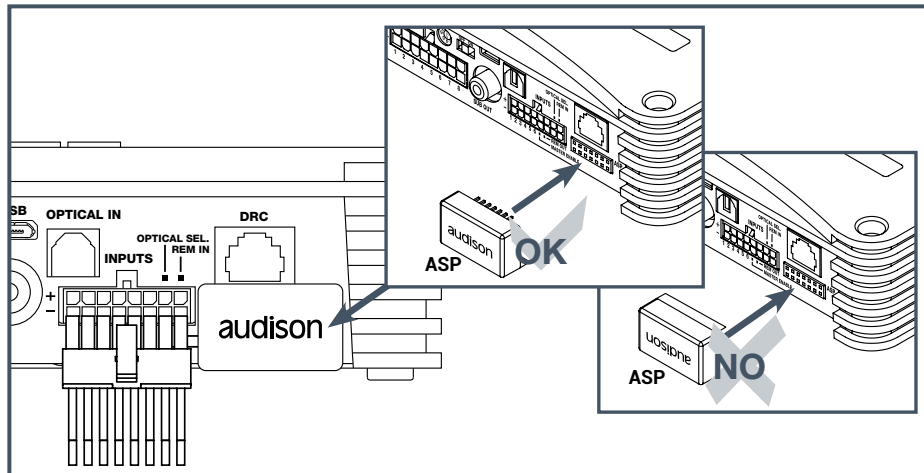

Fig. 33
12.1.1 Inserire il modulo ASP nell'apposita predisposizione (Fig. 33).